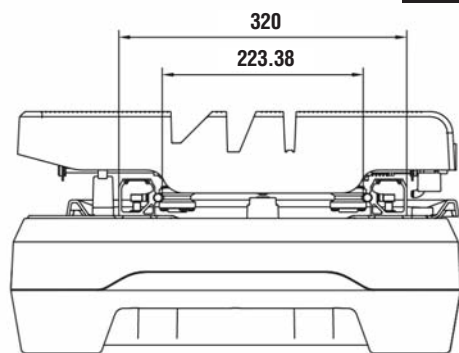

FIG. 25
3. Utilice un calibrador deslizante o una regla recta para medir la distancia entre los dos rieles en un extremo de los rieles. Asegúrese de que la distancia sea de 12-5/8 pulgadas (320 mm) y luego apriete ligeramente el tornillo en ese extremo de cada riel. Siga el mismo procedimiento en los otros extremos de los rieles para ajustar la distancia entre los rieles a 12-5/8 pulgadas (320 mm) y apriete ligeramente el tornillo ubicado en ese extremo de cada riel (Fig. 25).